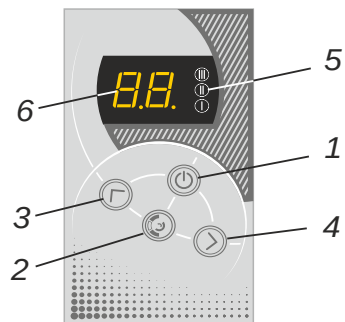

Рисунок 3
- котла (1) в теплоизоляции с входным (2) и выходным (3) патрубками G 1 $\frac{1}{4}$ и трубчатыми электронагревателями (ТЭН) (4) с трубками из нержавеющей стали ;
- задней панели (5) с установленными на ней зажимом винтовым (6) для подключения сетевого кабеля и зажимом (7) для защитного проводника РЕ;
- зажим винтовой для подключения циркуляционного насоса и датчика температуры воздуха (8);
- контактор (9) для аварийного отключения ТЭН (для W-7,5-12);
- блока управления (10) с мембранной клавиатурой и шлейфом (12);
- предохранителя (11) цепи подключения циркуляционного насоса.
4.3 Для управления прибором используется мембранная клавиатура (рисунок 3). Для включения прибора необходимо нажать клавишу включения (1). При этом загорится цифровой индикатор (6), где высветится заданная температура теплоносителя (температура уставки) в режиме моргания. По прошествии 5 секунд индикатор отобразит текущую температуру теплоносителя в режиме постоянного свечения.